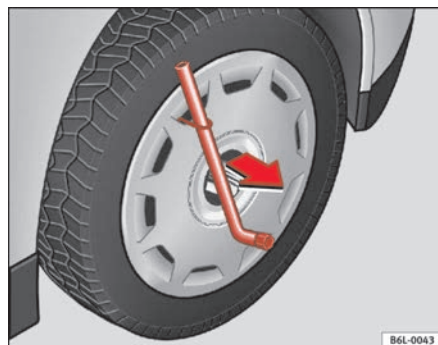

Fig. 134 Retirar embellecedor integral
- Retire el embellecedor integral de la rueda con el gancho de alambre. ⇒ fig. 134.